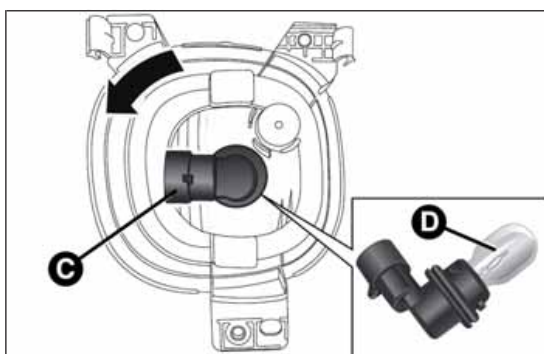

Abb. 189
- Den Stecker trennen und den Lampenhalter C Abb. 189 entgegen dem Uhrzeigersinn drehen;